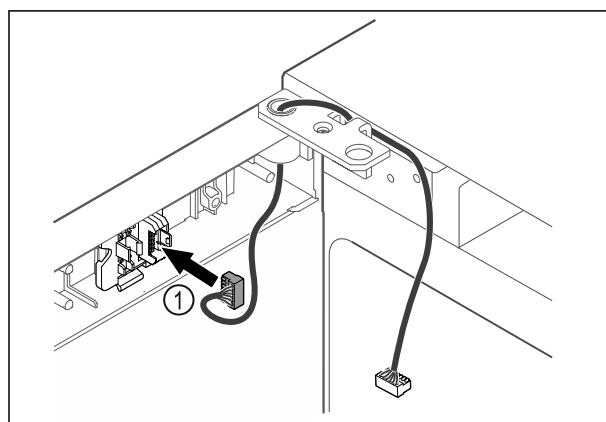

Fig. 58
- ▶ Sätt i kontakten Fig. 58 (1) i kontakthållaren.